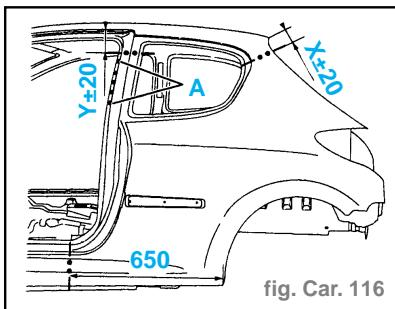

fig. Car. 116
- Tracer puis découper l'aile à l'aide d'une meule épaisseur **1 mm** (coupe provisoire) (fig. Car. 116).
(suivant A) (fig. Car. 116).